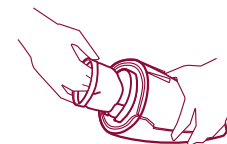

Fig. 11
- Verwijder het filter. (fig. 11)